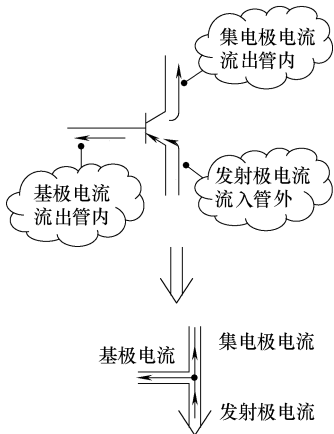

图 1-46 PNP 型晶体管基极电流方向信息判断示意图
4) PNP 型晶体管基极电流方向。图 1-46 所示是 PNP 型晶体管基极电流方向信息判断示意图。